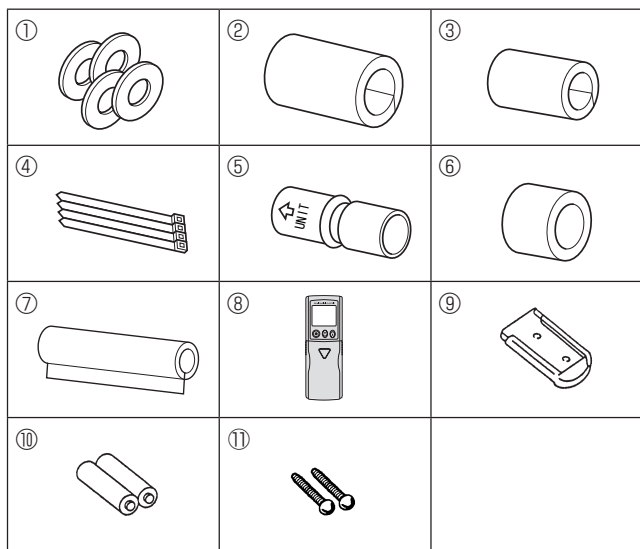

Fig. 3-1
3.1. ตรวจสอบอุปกรณ์เสริมของเครื่องภายใน (Fig. 3-1)